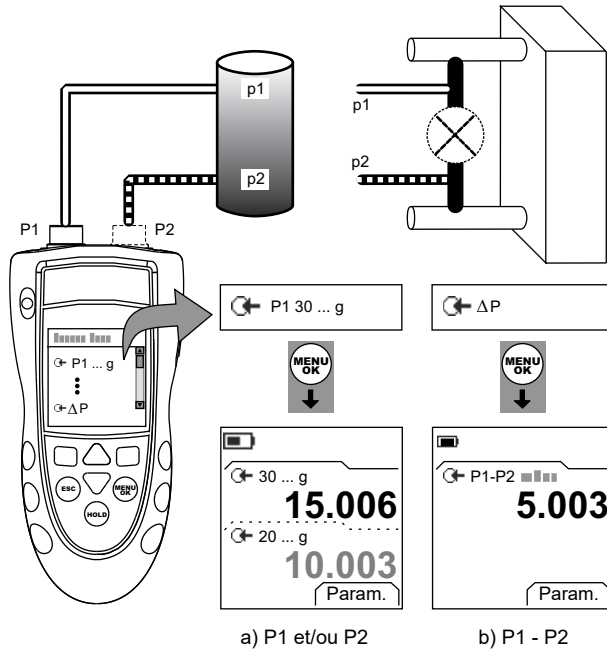

Figure 2 : Exemple de configuration - Mesure de pression
1. Raccorder l'instrument (Figure 2) et, si nécessaire, régler la *Configuration* (Tableau 1).
Les exemples de la Figure 2 indiquent :
- Raccorder l'instrument à l'étalon de pression (Figure 2).